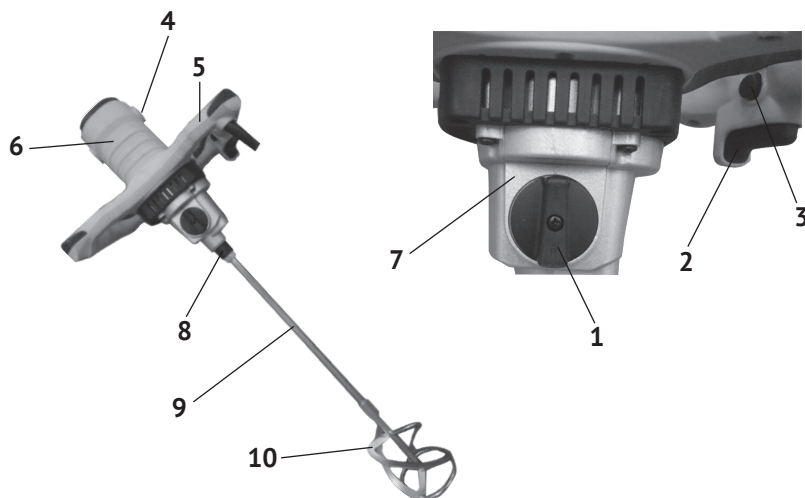

рис.1
1.6 Общий вид миксера представлен на рис.1
1.7 Миксер состоит из коллекторного двигателя в пластиковом корпусе (рис.1 поз.6), выполненном из двух частей заодно с рукоятками, и редуктора, расположенного в металлическом корпусе (рис.1 поз.7). Крутящий момент с якоря электродвигателя через систему шестерён, передаётся на шпindel (рис.1 поз.8), соосный с двигателем. В резьбовое отверстие (M14) шпинделя вкручивается удлинитель (рис.1 поз.9) с насадкой (рис.1 поз.10).
1.8 Клавиша выключателя (рис.1 поз.2) расположена в нижней части правой рукоятки. Слева на рукоятке находится кнопка (рис.1 поз.3) блокировки клави-
- включение миксера осуществляется нажатием на клавишу выключателя (рис.1 поз.2) после нажатия и удержания кнопки блокировки (рис.1 поз.3). По-
2.2.3 Переключатель диапазона скоростей (рис.1 поз.1) расположен на редукторе сзади. Он имеет два фиксированных положения обозначенных символами «I» и «II» на концах ручки переключателя. Совмещая конец ручки переключателя с символом «Δ» на корпусе редуктора, выбираем нужный диапазон скорости.
- открутить крышку щёткодержателя (рис.1 поз.4);